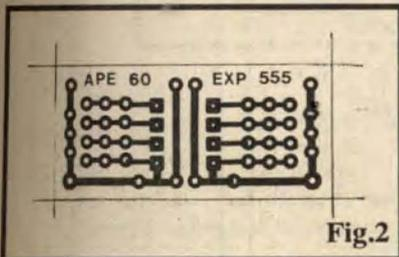

Fig.2
- **FIG. 2 - O LADO NÃO COBREADO DA PLAQUINHA PADRÃO PARA O 555** - Nas placas padronizadas encontráveis no varejo, normalmente o lado não cobreado apresenta apenas os furos, sem qualquer indicação gráfica (letras, números, símbolos, etc.) para orientar o montador... No nosso caso, contudo, para que se torne mais fácil ao principiante **entender** e **usar** corretamente o sistema, optamos pela marcação vista, na qual os **números** (de 1 a 8) identificam claramente a "contagem" dos pinos do Integrado, e as letras **p** e **n** demarcam os conjuntos de ilhas que devem ser submetidos às polaridades da alimentação, respectivamente **positiva** e